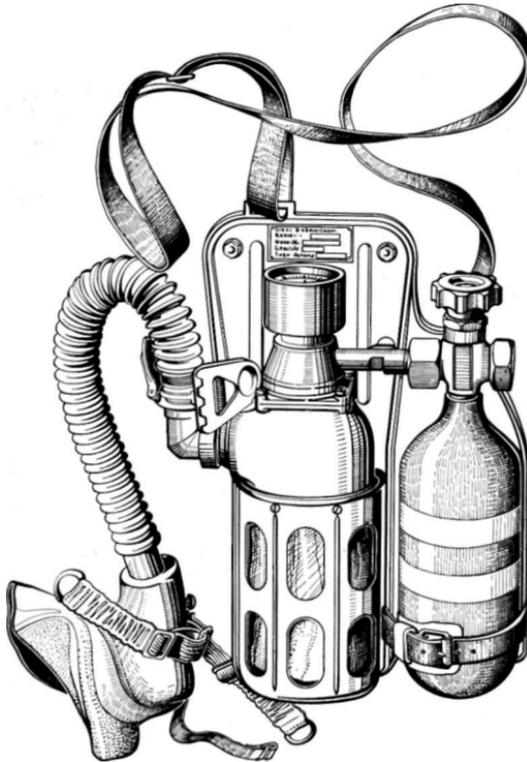

Abb. 127. Tragbares Höhenatemgerät FI 30 456
1. Tragbares Höhenatemgerät (Abb. 127).